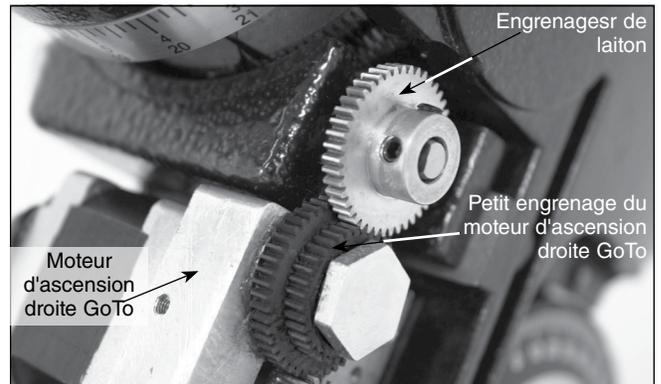

Figure 6. Engrenages correctement emboîtés (ascension droite)
5. Assurez-vous que les dents du petit engrenage du moteur de la monture s'emboîtent correctement avec les dents de l'engrenage en laiton (**Figure 6**). Par ailleurs, assurez-vous que les engrenages n'appuient trop serré l'un contre l'autre. Vous pourriez avoir à ajuster la manière dont les engrenages s'emboîtent en serrant ou en desserrant la vis d'assemblage à six pans creux utilisée pour fixer l'ensemble moteur d'ascension droite GoTo à la monture et/ou les petites vis de réglage sur l'engrenage de laiton. Si les engrenages ne sont pas emboîtés correctement ou sont trop serrés les uns contre les autres, le moteur